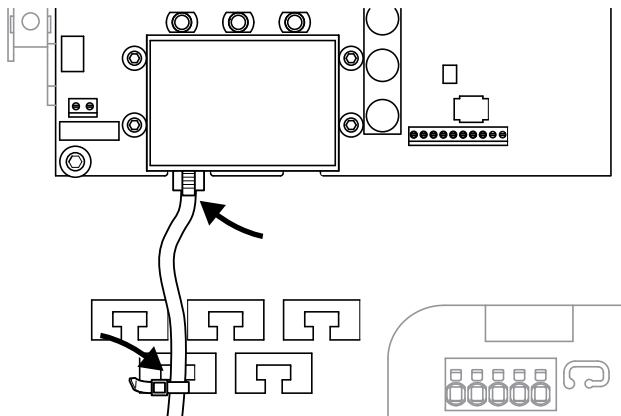

Fig. 35: Fastgør kablerne på kabelknægten
1. Fastgør alle kabler fagligt korrekt på kabelknægten med en kabelbinder.  **Fig. 35**